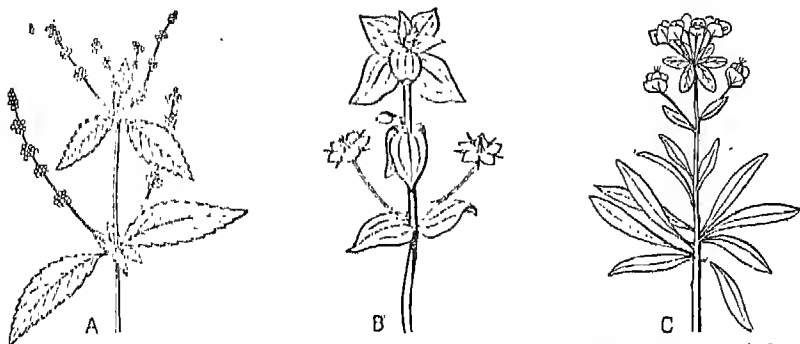

Fig. 8. -- Trois plantes, mortelles pour les Lapins, qui poussent abondamment dans les jardins mal soignés. A. *Mercuriale*. B. *Mouron rouge*. C. *Euphorbe*.
Certaines plantes empoisonnent les Lapins, notamment : Mûron rouge, Mercuriale, Euphorbe (fig. 8), Ciguë, Gailllet, etc., toutes plantes que vous devez apprendre à connaître.
1. Voir *Leçons de Sciences au Cours moyen*, Delagrave, éditeur, page 94 (fig. 8).